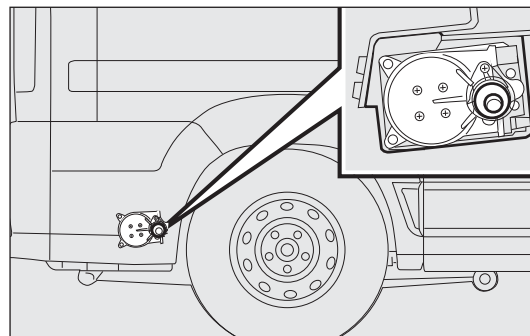
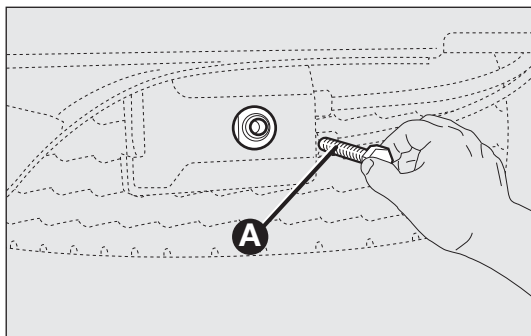

fig. 156
fig. 157
- ☐ para todas las versiones, accediendo desde el pasarrueda trasero derecho del vehículo fig. 156, accione el tornillo de maniobra del dispositivo de sujeción de la rueda, utilizando la llave de serie que lleva el alargador/adaptador correspondiente A-fig. 157;
- ☐ introduzca la llave para desmontar ruedas en el tornillo de la fig. 156 – 157 y gírela hacia la derecha para que la rueda de repuesto suba hasta que quede totalmente apoyada debajo de la plataforma.
- introduzca la llave para desmontar ruedas en el tornillo fig. 156 y gírela hacia la derecha para que la rueda de repuesto pueda subir.